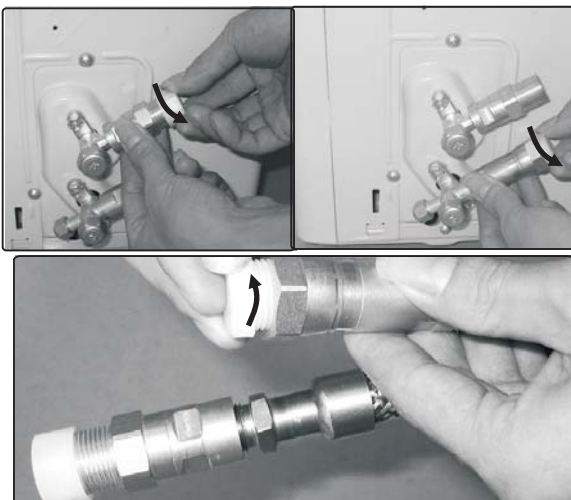

Abb. 6.2
2. Entfernen Sie nicht die Kunststoffdichtungen von der Außeneinheit und die entsprechenden Kühlmittelleitungen erst unmittelbar vor dem Anschließen, Abb. 6.2